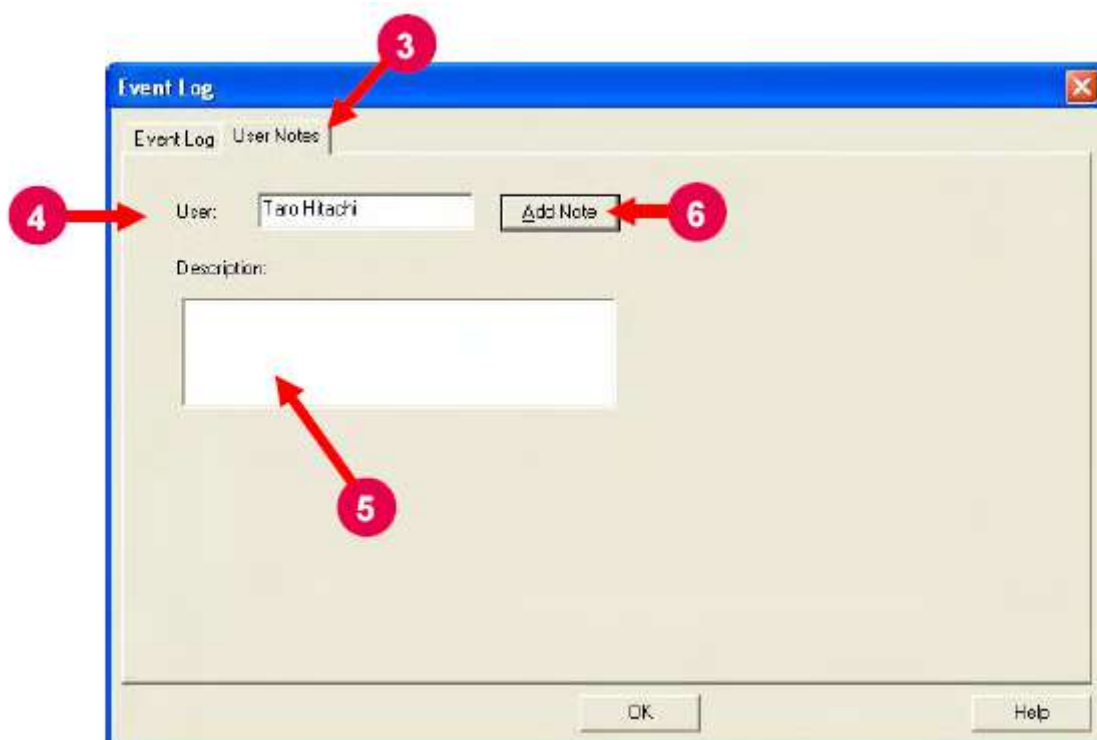

Рис. 8-15 Вкладка «Примечания пользователя»
- (4) Для добавления примечания, нажмите вкладку «Примечания пользователя». (Смотрите (3) на рис. 8-15). Появится окно, показанное на рис. 8-15.
- (5) Введите имя пользователя. (Смотрите (4) на рис. 8-15). В поле «Примечание» введите требуемое примечание. (Смотрите (5) на рис. 8-15). Максимальное количество вводимых символов 127.
- (6) Нажмите кнопку «Добавить примечание» (Add Note). (Смотрите (6) на рис. 8-15).
- (7) При нажатии кнопки «Удалить все», появится окно подтверждения, показанное ниже.